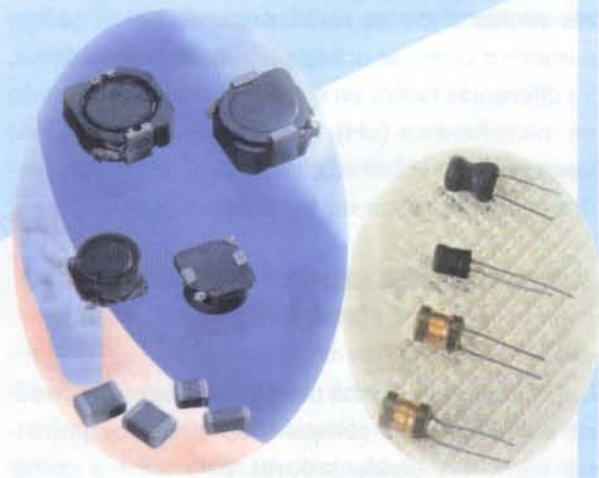

Figura 8.8. Bobinas para montaje superficial y montaje por inserción
**Tipo de montaje.** De acuerdo a la forma en que se instalan en los circuitos electrónicos, pueden ser: de montaje por inserción o de montaje superficial. **Figura 8.8**